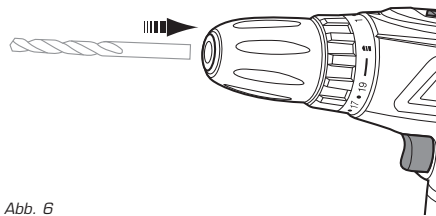

Abb. 6
2. Stecken Sie einen geeigneten Bohrer bis zum Anschlag in die Werkzeugaufnahme 2. (1) (Abb. 6).